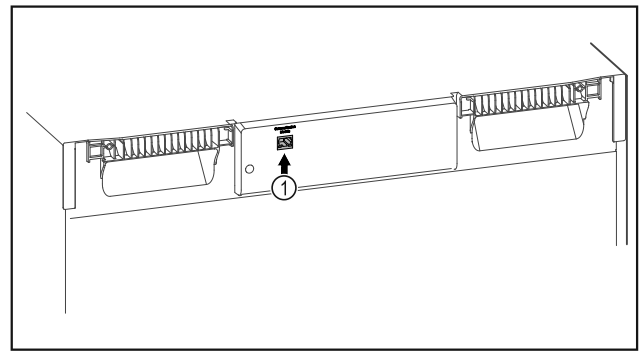

Fig. 87
- SmartModule Fig. 87 (1) este instalat.